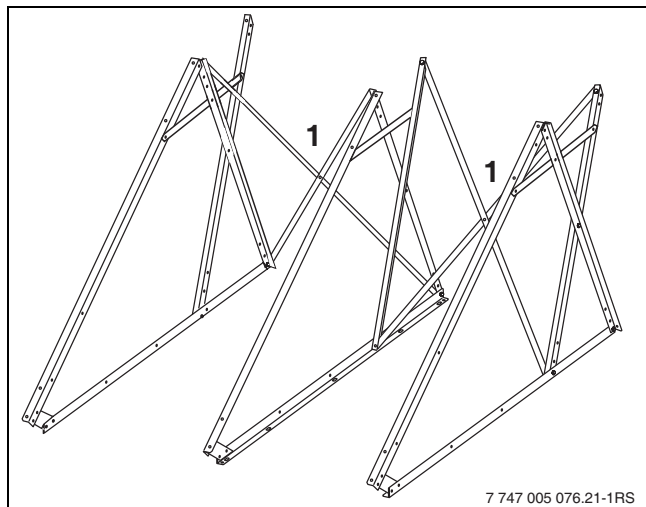

Bild 21 Windstreben montieren
- ▶ 4 Windstreben zu 2 Kreuzen (Bild 21, [1]) verschrauben.